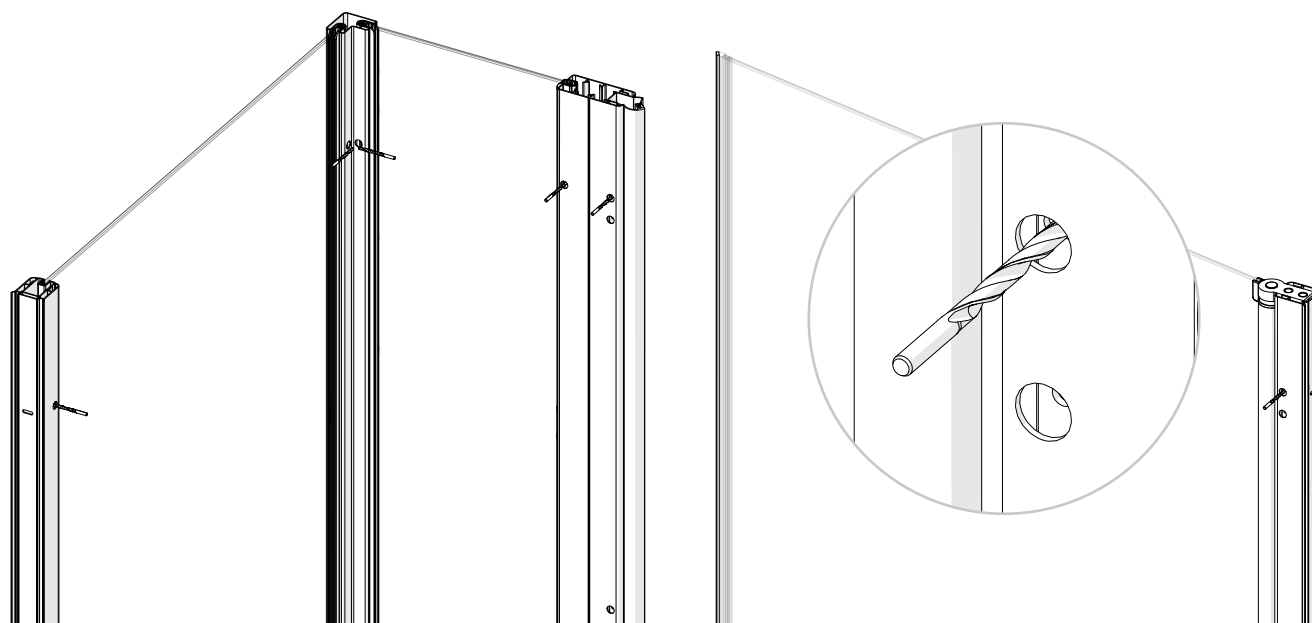

Fig. 3.3
- V. Percez des trous de 3,5 mm à travers les trous existants dans la (les) porte(s), le(s) panneau(x) et le profilé de fermeture. Figure 3.3